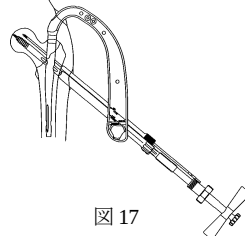

図 17
- 15) ラグスクリュー用 T レンチにてラグスクリューを挿入します。必要に応じ、圧迫ナットを用いて骨折部へ圧迫をかけます。(図 17)